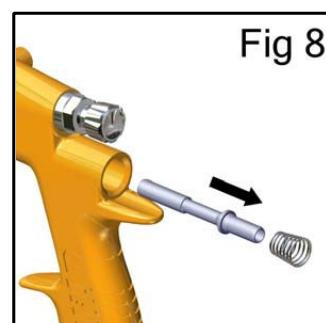

Fig 8
6. スプリング(21)を外し、そしてバルブスピンドルを外します。(Fig 8 参照)